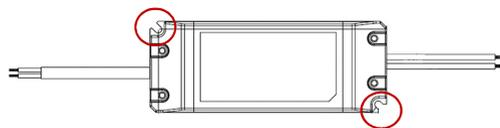

図4
- ・ 本電源の取り付けは、固定用ねじ穴(図4)全てを確実にネジ留めしてください。